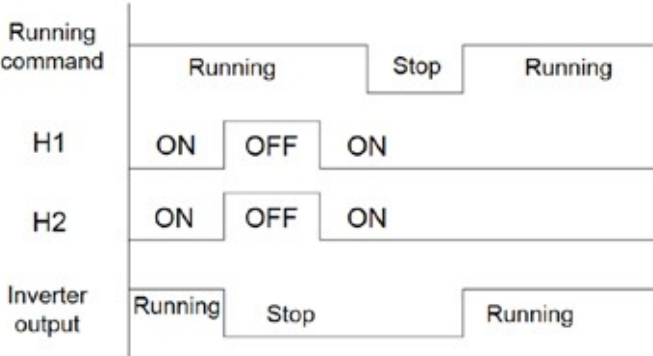

Figure 3-18
2. Lorsque les centaines de P11.16 sont réglées sur 2, l'alarme STO ne sera pas verrouillée. Tel que le montre la Figure 3-18 ci-dessous, le non-verrouillage d'alarme signifie que lorsque STO apparaît, l'alarme STO disparaît automatiquement après la restauration de l'état, qui ne nécessite aucune action de réinitialisation. Après la réinitialisation de la commande d'exécution externe, le variateur exécutera à nouveau la commande de mise en marche.